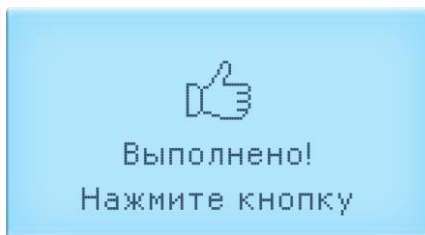
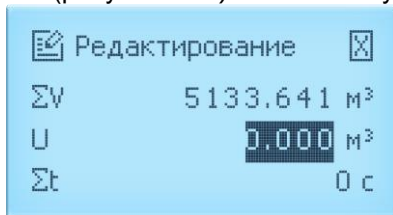

Рисунок 2.11
Рисунок 2.17 – Окно «Редактирование»
Если пароль набран правильно, то на индикаторе появится сообщение «Выполнено! Нажмите кнопку» (рисунок 2.11). Для перехода к редактированию значения параметра нажать любую кнопку. Редактирование значений параметров конфигурации осуществляется в соответствии с п. 2.4.4.3.
2.4.7.3 Если пароль набран правильно, то на индикаторе появится сообщение «Выполнено! Нажмите кнопку» (рисунок 2.11). Для перехода к окну «Редактирование» (рисунок 2.17) нажать любую кнопку.
Для возврата к окну «Редактирование» (рисунок 2.17) без сохранения изменений:
2.4.7.6 Для возврата к экрану №5 «Счетчики» в окне «Редактирование» (рисунок 2.17):